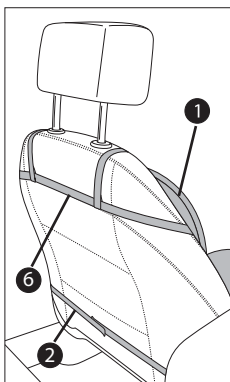

Fig. 1
- ◆ Placez le couvre-siège ① sur le siège de la voiture.
- ◆ Mettez les sangles de fixation ⑥ du couvre-siège ① au-dessus du repose-tête du siège.
- ◆ Fixez soigneusement le couvre-siège ① avec les sangles de fixation ② (cf. Fig. 1).